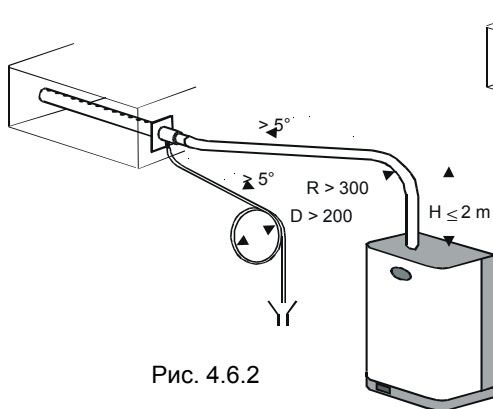

Рис. 4.6.2
1. Подъем вертикально вверх на высоту не менее 300 мм, далее сгиб с радиусом не менее 300 мм и постепенный наклон вниз не менее  $5^{\circ}$  (см. Рис. 4.6.2);
Конец трубки для отвода конденсата подсоединяется к ближайшей сливной трубке с минимальным наклоном  $5^{\circ}$  для обеспечения правильного нисходящего потока (см. Рис. 4.6.2).